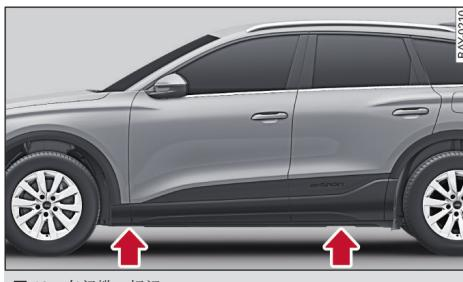

图 135 车门槛：标记
- ▶ 在车门槛上寻找离待更换车轮最近的标记 \Rightarrow 图 135。在边梁上的标记后面就是汽车千斤顶的支撑点。